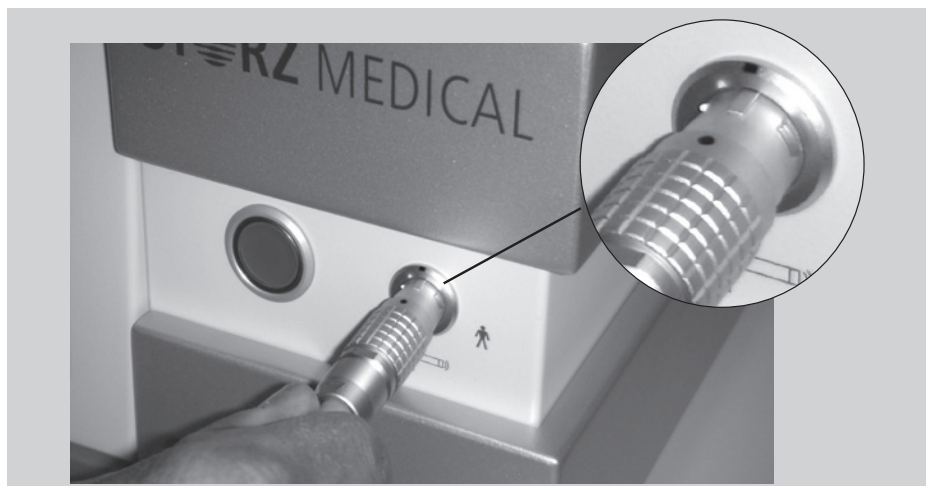

Bild 2-5 Anschliessen des Handstücks
- Achten Sie beim Einstecken darauf, dass die roten Punkte an Stecker und Buchse übereinander sind (Bild 2-5).